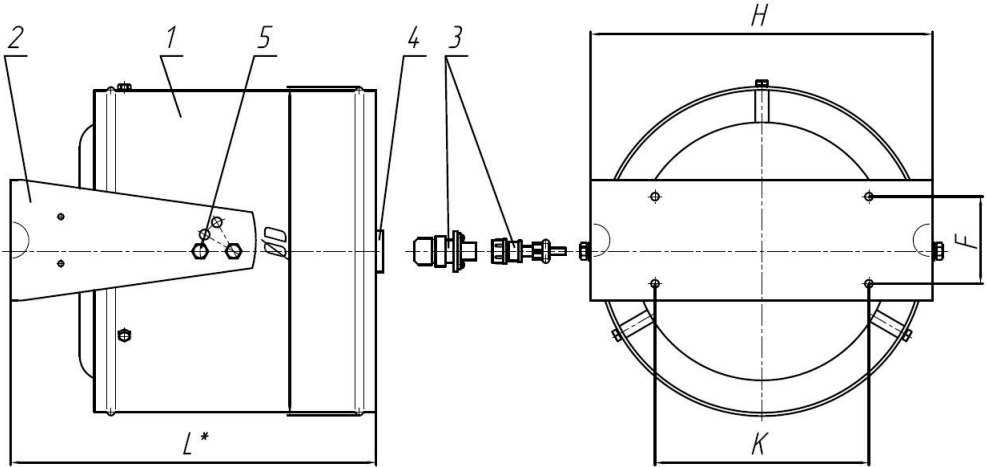

Рис. 1. Генератор огнетушащего аэрозоля «ТОР 1500»
3.1. В комплект поставки (рис.1) входит:
4.1. Устройство генератора (рис.1).
6.2. Монтаж генератора производится с помощью кронштейна крепления поз.2 (рис. 1) на жесткой вертикальной конструкции (стены, колонны и др.). При выборе расстояния между генератором и объектом тушения необходимо учитывать длины зон с повышенной температурой п. 10 раздела 2, но оно не должно превышать, по возможности, 3,0 м. Для монтажа сверлятся 4 отверстия диаметром 8 мм под пластмассовый дюбель 8 мм на глубину 48 мм в соответствии с размерами, указанными на рис. 1. Кронштейн крепления закрепляется шурупами диаметром 6 мм и длиной 35мм. На металлических конструкциях кронштейн крепления закрепляется при помощи 4 винтов М6х30, 4 шайб пружинных 6 и 4 гаек М6 через 4 просверливаемых в месте крепления отверстия Ø7 мм. (Метизы в комплект не входят).
Учитывая, что генератор обеспечивает объемное тушение, то максимально быстро создать концентрацию аэрозоля в зоне возможного возникновения пожара можно направлением оси генератора на неё с помощью 4 регулировочных винтов М8 поз. 5 (рис. 1).
7.4. Снять заглушку поз. 4 (рис. 1) и вернуть воспламенительный узел поз.3 (рис.1).